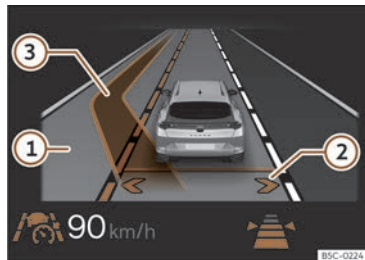

Fig. 151 Sur l'écran du tableau de bord : affichage du changement de voie assisté (représentation graphique).
Ainsi, le changement de voie assisté est activé. Les flèches de votre propre voie sur l'écran du tableau de bord s'affichent en gris >>> **fig. 151 ②**
Si le système n'a détecté aucun objet dans le champ de détection du système de capteurs et qu'un changement de voie assisté est possible vers une voie adjacente, la voie correspondante s'affiche sur l'écran du tableau de bord à côté de la voie sur laquelle se trouve le conducteur. La flèche du côté de la voie correspondante s'affiche en blanc >>> **fig. 151 ②**.